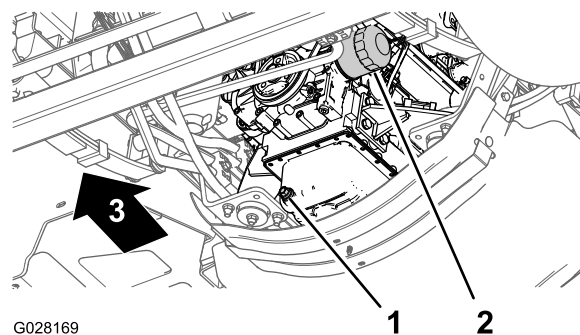

Figure 79
3. Placez un bac de vidange sous le filtre à huile moteur (Figure 79).
4. Retirez le filtre à huile usagé (Figure 79).
- Posez le filtre à huile sur l'adaptateur et vissez le filtre dans le sens horaire jusqu'à ce que le joint en caoutchouc touche l'adaptateur, puis serrez encore le filtre d'un demi-tour (Figure 79).
- Placez un bac de vidange sous le bouchon de vidange (Figure 79).
- Enlevez le bouchon de vidange (Figure 79) pour permettre à toute l'huile de s'écouler.